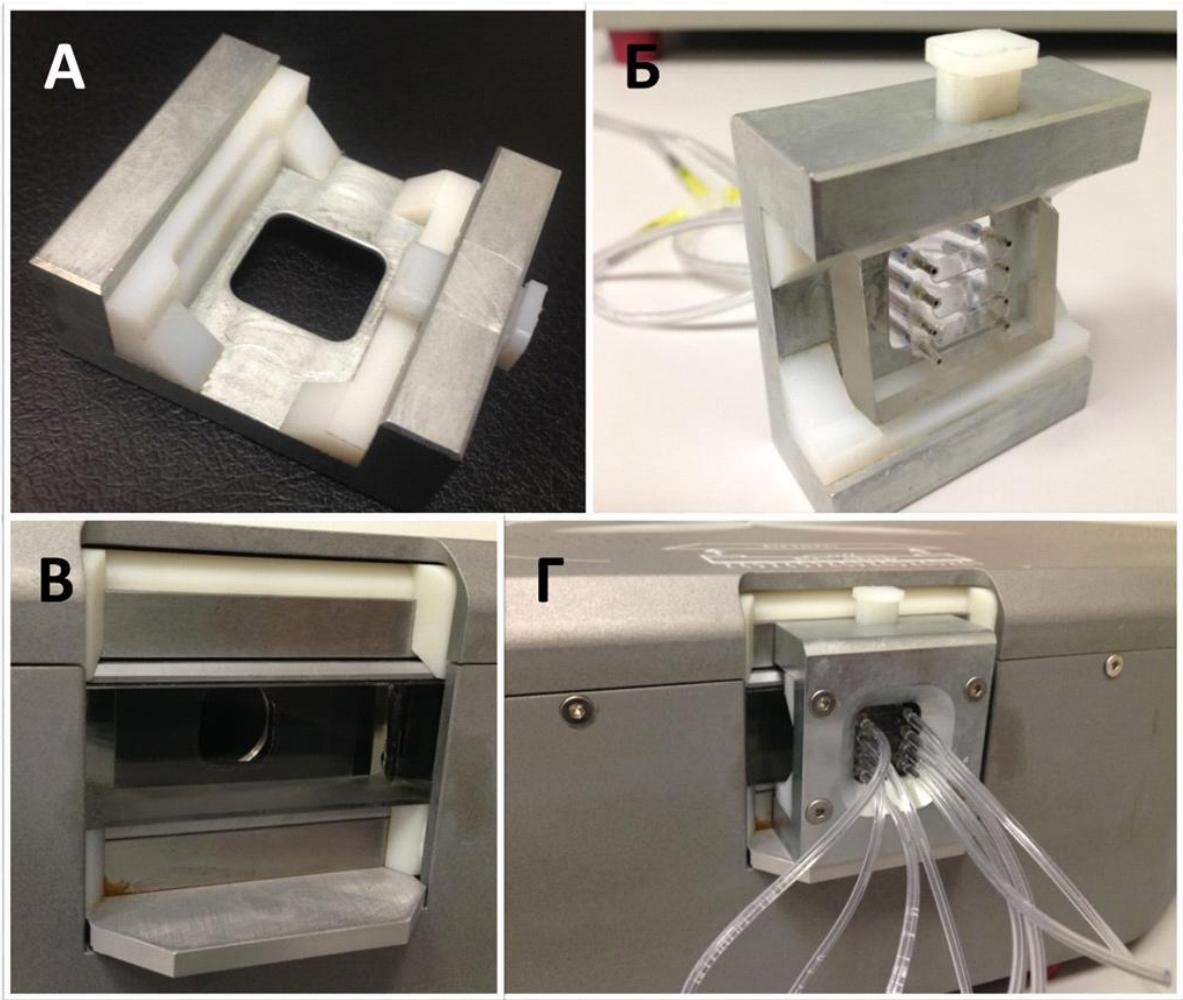

Рисунок 6 – А: Держатель проточной кюветы (ДПК) ; Б: ДПК с проточной кюветой ; В: посадочное место ДПК; Г: установленный ДПК с проточной кюветой
- 1.2.4 Очистить проточную кювету мягкими салфетками, смоченными этиловым спиртом и ацетоном. Подсоединить трубы к входному и выходному отверстиям проточной кюветы. Зафиксировать проточную кювету с трубками в магнитном держателе (рисунок 6).